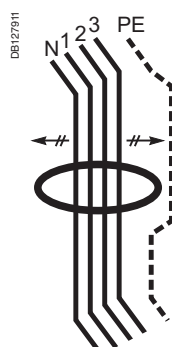

Figura 2.
- Diámetro interior del toroidal $> 1,4 \times$ diámetro exterior del conjunto de cables (figura 2).